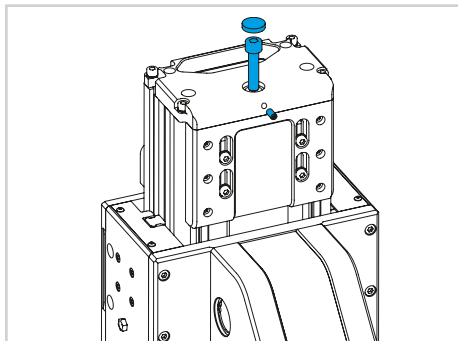

Fig. 3
- 2) Rimuovere il tappo che protegge le vite di tensionamento, allentare le vite di regolazione. Rimuovere la vite di tensionamento (vedi Fig. 3).